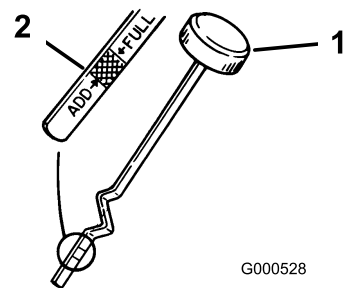

Figure 35
3. Retirez la jauge d'huile et essuyez soigneusement son extrémité (Figure 35).